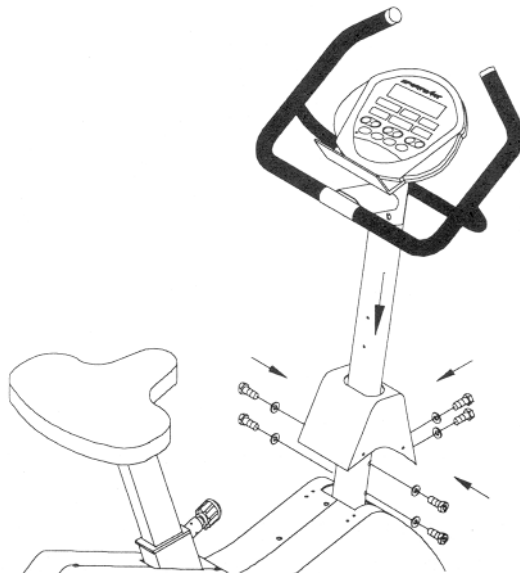

Fig.3
5. Plaats de stuurstang in het frame, en maak deze vast met zes bouten en gekartelde sluitringen (twee bouten en gekartelde sluitringen aan de linker- en rechterkant, en twee vlakke bouten en sluitringen aan de voorkant), zoals in fig. 3 is te zien.